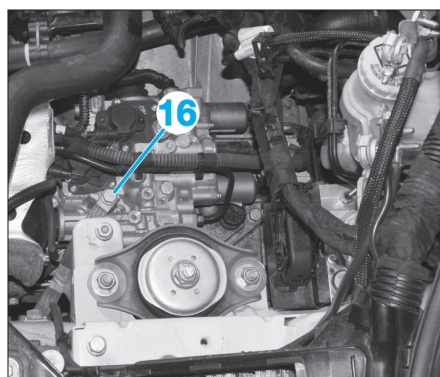

Fig. 11
- Déposer la vis (16) (Fig.11), puis écarter la tresse de masse.